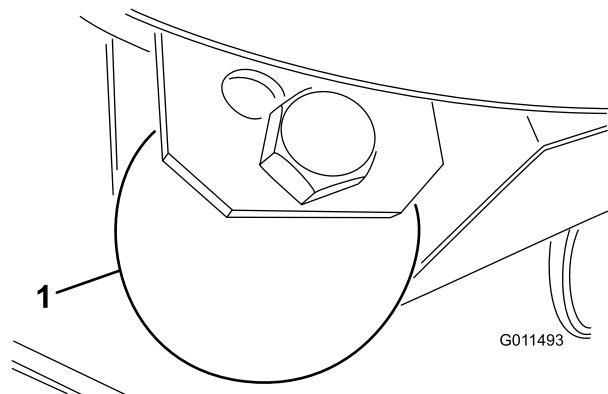

Figura 25
1. Rimuovete il bullone e il dado che fissano la ruota limitatrice alle staffe dell'apparato di taglio (Figura 25).